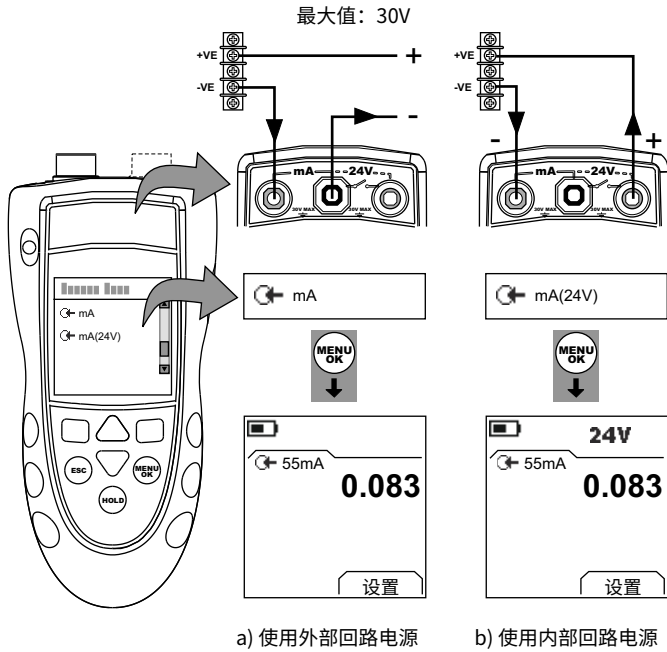

图 7: 配置示例 — 电流测量
1. 连接仪表（图 7），如果有必要，调整 Set Up（设定）（表 1）。
1. 仅限于 DPI 802/802P。将该仪表与校准设备进行连接 (图 7)。